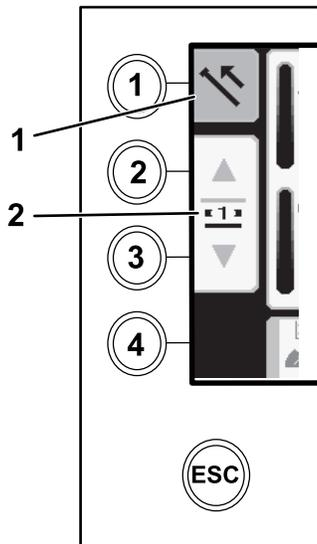

Figura 6
1. Pulse el botón 1 para seleccionar la opción de Tiro del tubo (Figura 6).
- Pulse los botones 2 y 3 para seleccionar la fila en la que desea colocar el tubo (Figura 6).